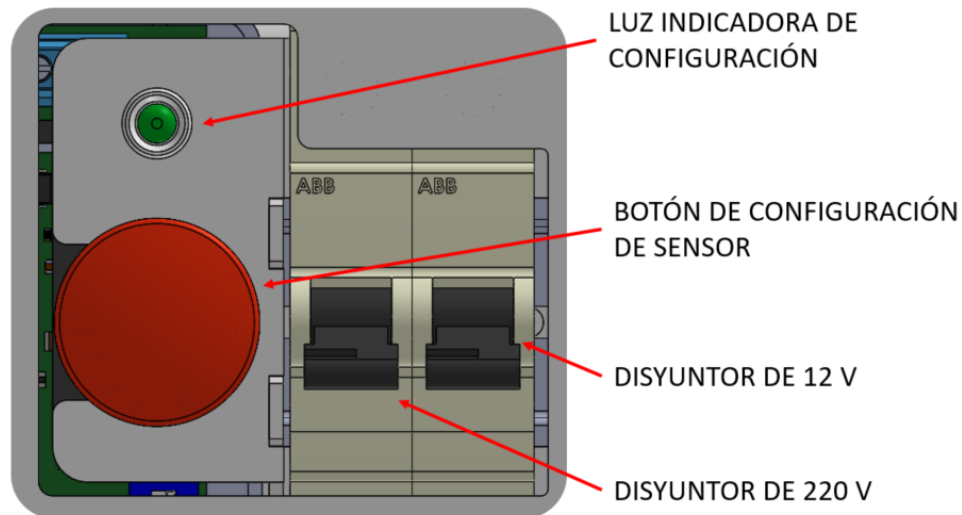

Figura 6: Diagrama Placa de Control
La figura 6 muestra en detalle los componentes asociados a la configuración del sensor de carga y al prendido y apagado del equipo. Se identifica el botón de configuración del sensor de carga, la luz indicadora de configuración, el disyuntor de 220 V que alimenta con corriente externa la batería interna del equipo y el disyuntor de 12 V que se encarga del encendido del equipo.
- ii. Apague el equipo bajando ambos disyuntores indicados en la figura 6.
- iii. Mantenga apretado el botón de configuración de sensor mostrado en la figura 6.
- v. Ponga atención a la luz indicadora de configuración mostrada en la figura 6. Va a empezar a parpadear, esto quiere decir que está midiendo y guardando la medición actual del sensor como la "Altura en vacío".